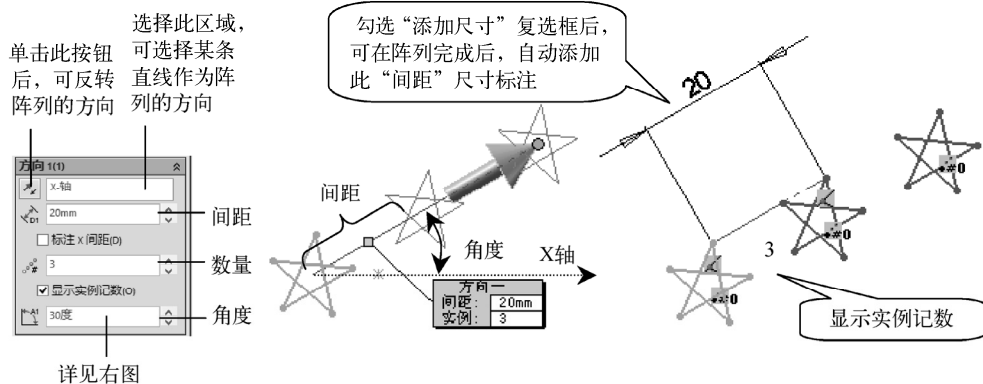

图 2-128 “方向 1” 卷展栏的作用
- “方向 1” 卷展栏：用于设置阵列在此方向上的参数。例如，可设置阵列的参考轴，各阵列对象间的距离、个数和阵列方向与参考轴间的角度等（见图 2-128）。